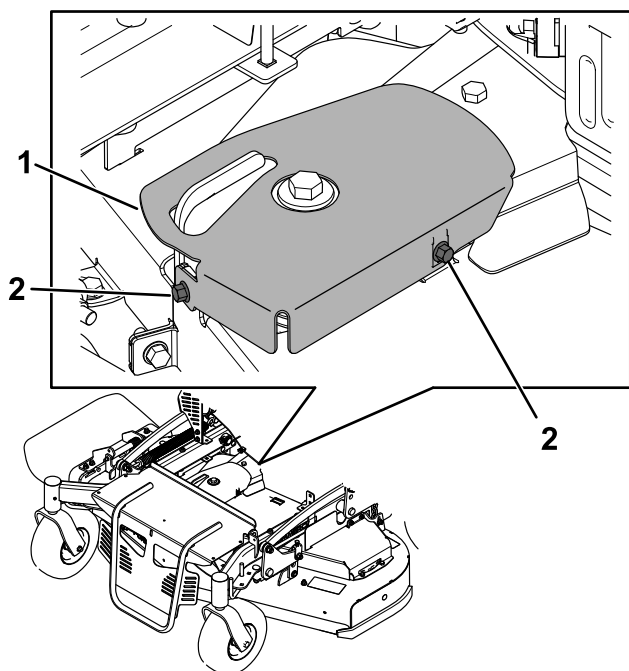

Figure 37
2. Déposez la protection de la courroie de tension (Figure 37).
4. Installez la protection sur la poulie de tension (Figure 37).